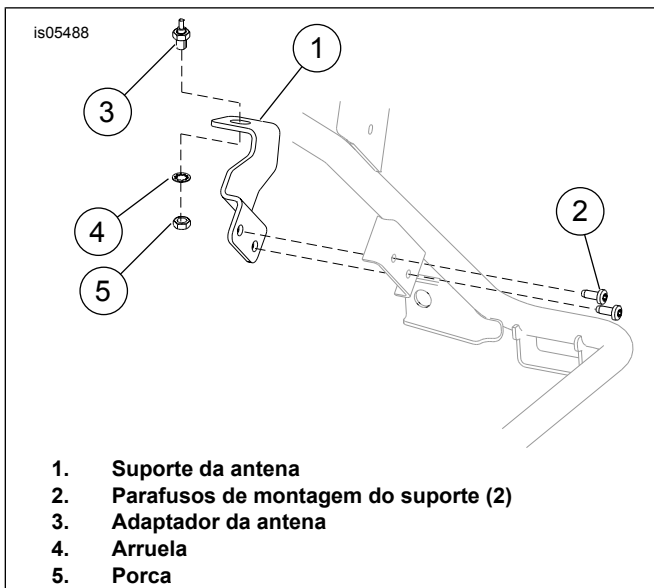
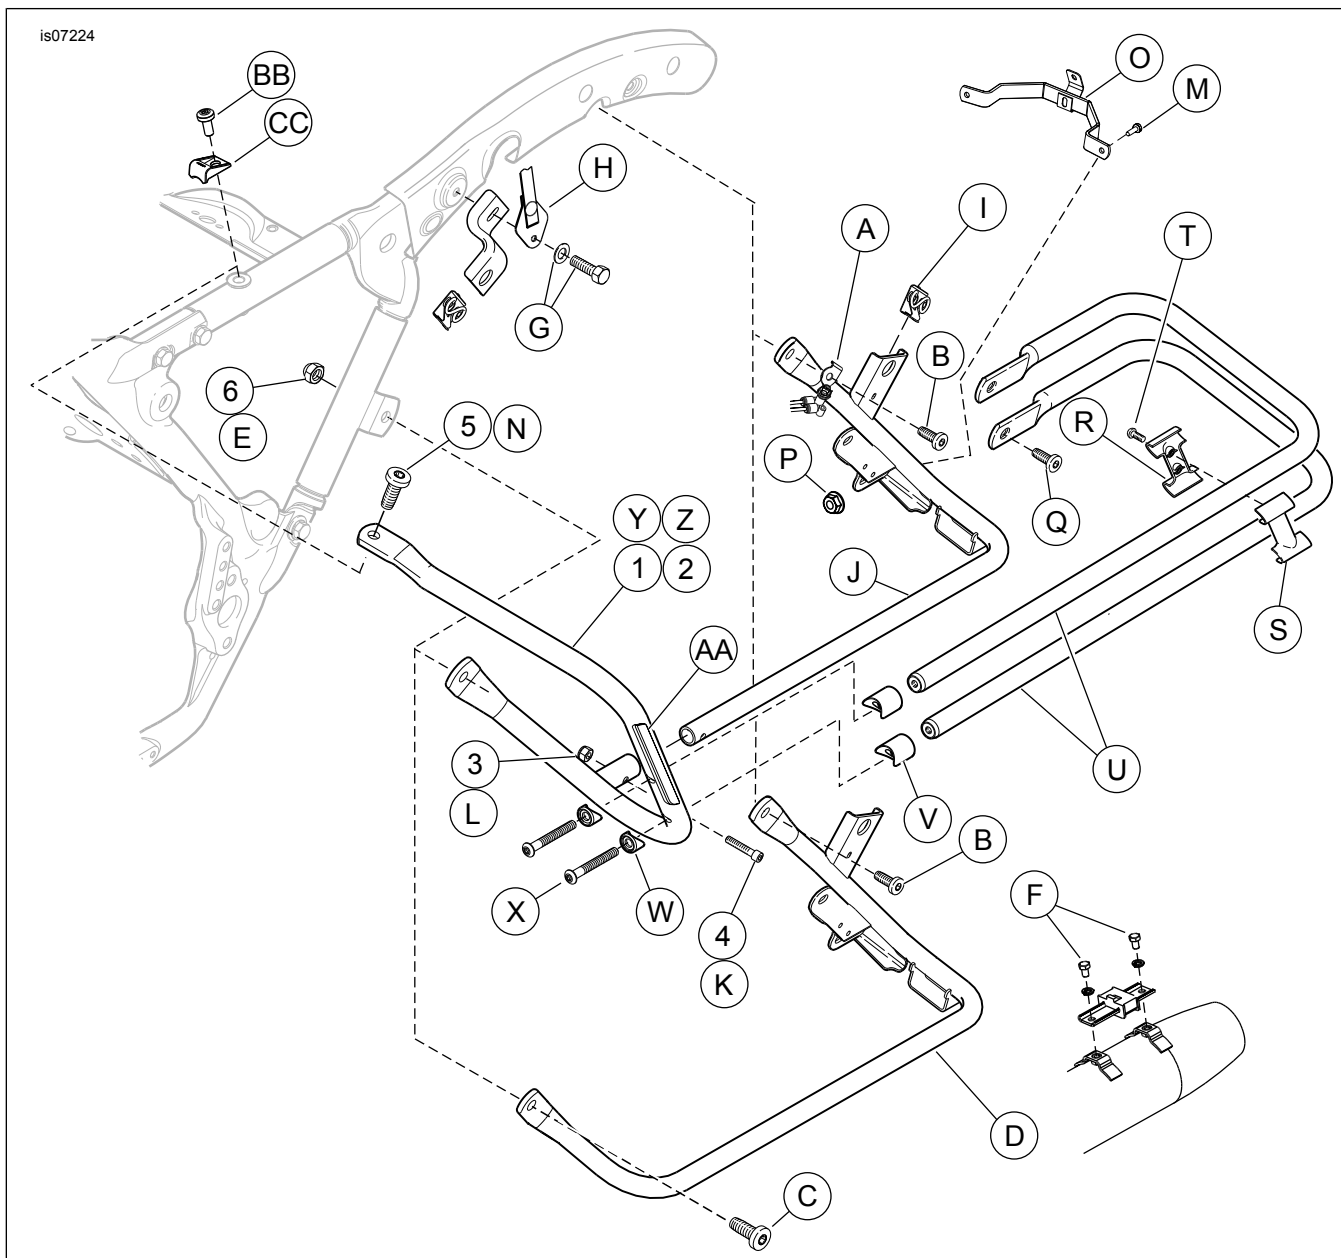

Figura 1. Remoção da antena e do suporte
Figura 3. Peças de reposição: Kit de proteção do alforje (lado esquerdo mostrado)
Veja Figura 3 e Tabela 1.
2. Veja Figura 3. Remova o parafuso e arruela (G) da tira de apoio. Remova a tira de apoio (H). Remova o assento seguindo as instruções do Manual de serviço.
3. Se equipado, remova o protetor do pára-choque (cm3) e o parafuso (BB).
1. Veja Figura 3. Remova os parafusos (F) que fixam as proteções dos alforjes nos suportes do silenciador.
2. Remova o parafuso (M) e a porca (P). Guarde o parafuso (M) para a instalação. Descarte a porca (P).
3. Remova os parafusos (B e C) e a porca (E). Guarde os parafusos (B e C) para a instalação. Descarte a porca (E).
4. Remova a porca rápida (I) e guarde-a para a instalação.
5. Veja Figura 1. Remova o suporte da antena (1), os parafusos de montagem (2), a porca de montagem da antena (5), a arruela (4) e o adaptador da antena (3). Guarde a antena e as ferragens, e descarte o suporte.
6. Remova o suporte (D) e descarte-o.
1. **Para os modelos FLTR e FLHX:** Veja Figura 3.
- a. Instale o parafuso de montagem do suporte traseiro do alforje (B) através do suporte da suspensão pneumática (A) e do suporte do alforje (J) (comprado separadamente). Instale o parafuso com os dedos.
- b. Instale o parafuso (M) e a porca (P) (adquiridos separadamente). Aperte com os dedos.
- c. Instale a porca rápida (I) no suporte do alforje (J).